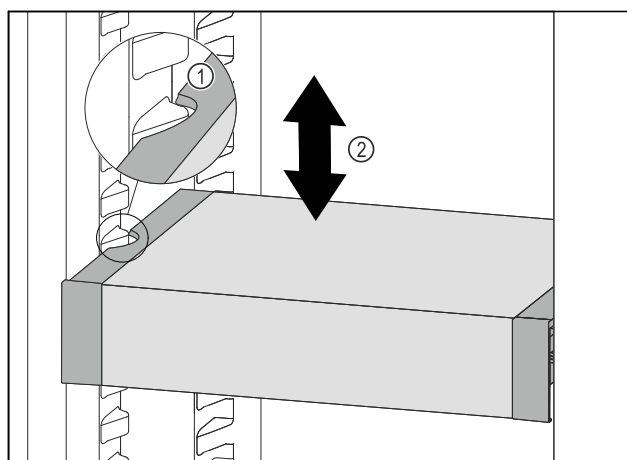

Fig. 118
- VarioSafe nach vorne ziehen, bis sich die seitlichen Aussparungen des VarioSafes auf Höhe der Behälterrippe im Kühlteil befinden. Fig. 118 (1)
- VarioSafe im Kühlteil nach oben oder unten bewegen, bis gewünschte Höhe erreicht ist. Fig. 118 (2)